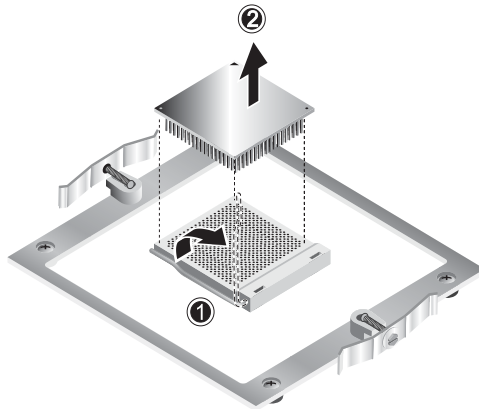

ABBILDUNG 4-10 Ausbauen der CPU
10. Drücken Sie den Feststellhebel des CPU-Sockels nach unten und ziehen Sie ihn anschließend in die Senkrechte, um den Sockel zu entriegeln (siehe (1) in ABBILDUNG 4-10).
11. Belassen Sie den Feststellhebel in dieser Position und heben Sie die CPU aus dem Sockel heraus (2).